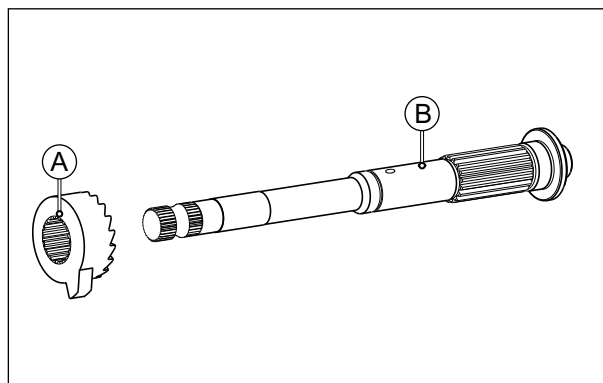

Fig. 3.160
Durante a montagem da catraca do pedal de partida, combine a marca (A) na catraca com a marca (B) no eixo do pedal de partida. (Fig. 3.160)